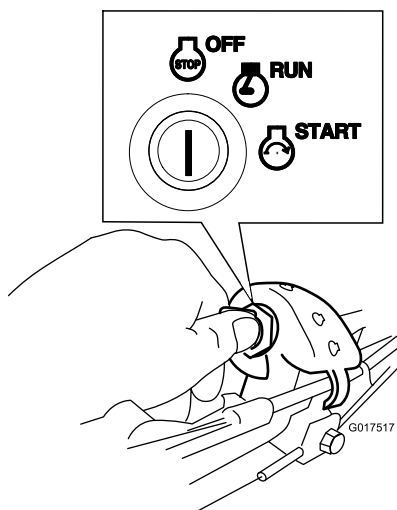

Figure 22
1. Tournez la clé de contact en position arrêt (Figure 22).